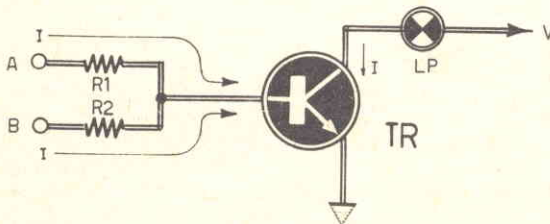

Fig. 3 - Come avviene per l'elemento AND, anche il dispositivo OR
Fig. 3 - Il traferro molto largo risulta comodo per la fabbricazione degli altoparlanti; ma per ottenere un campo magnetico elevato, cioè una notevole densità di flusso, occorre servirsi di magneti molto potenti. Il traferro stretto (A) non si adatta alla produzione in serie degli altoparlanti. Per scongiurare il pericolo dello strisciamento della bobina mobile sulle espansioni polari, conviene ricorrere al traferro largo (B).